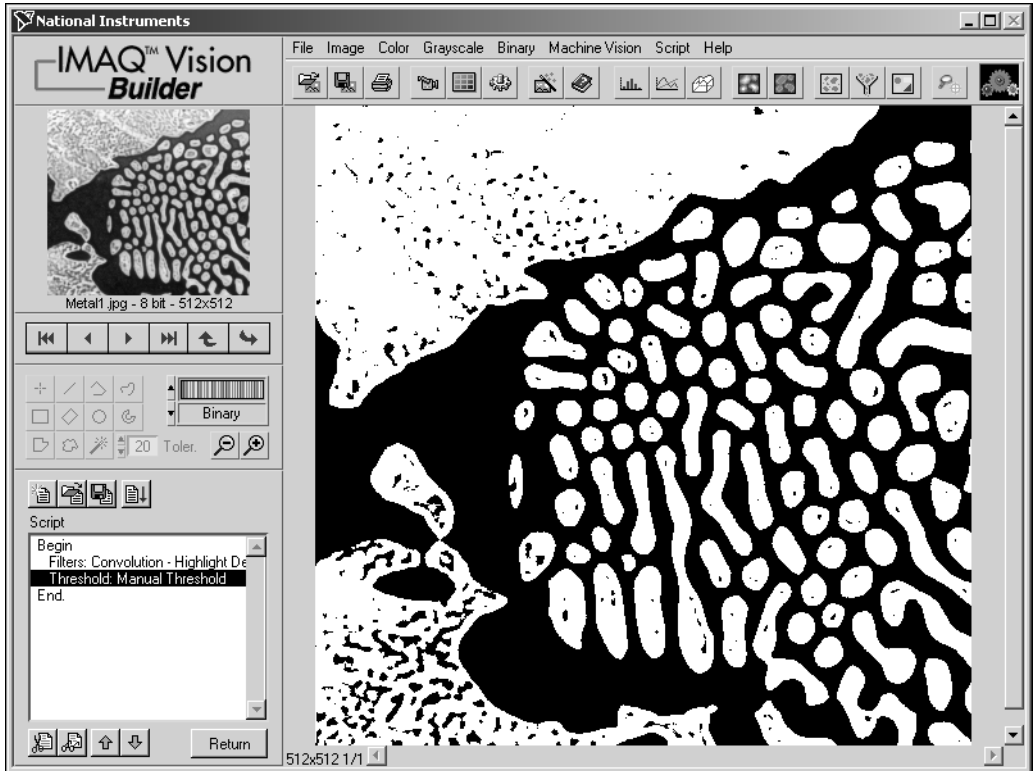

図 3-3 2 値化により粒子と背景を分離する
4. **OK** をクリックしてしきい値を適用し、この手順をスクリプトに追加します。図 3-3 は、バイナリ画像を示しています。処理するために選択したピクセルは、赤く表示されます。選択しなかったピクセルは、黒く表示されます。